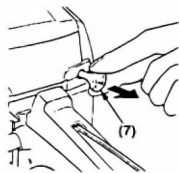

Рис. 8
4. Вытянуть рукоятку и установить заслонку в закрытое положение (Рис. 8).